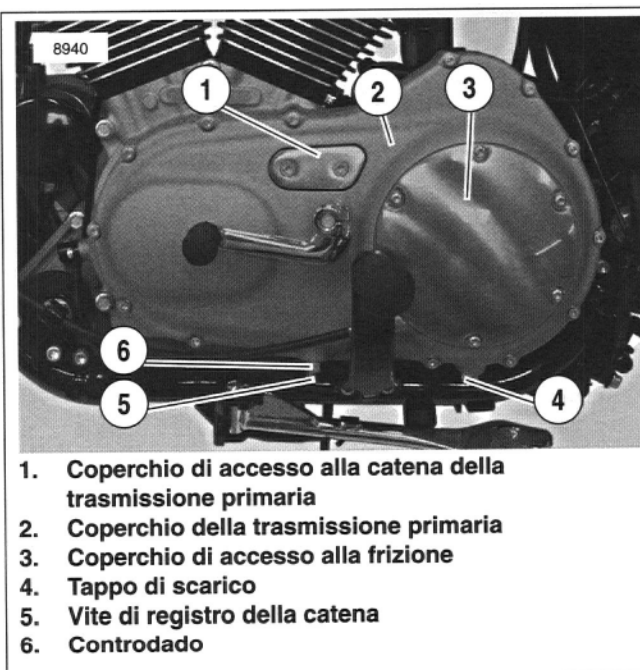

Figura 41. Coperchio della trasmissione primaria
Vedere la Figura 41. La catena della trasmissione primaria può essere registrata senza togliere il coperchio (2). Procedere come segue.
2. Asportare le due viti ad esagono incassato che fissano il coperchio di accesso della catena della trasmissione primaria (1).
5. Vedere la Figura 41. Dopo aver impostato una tensione corretta, serrare il controdado (6) a una coppia di 27-34 N·m (20-25 ft·lb).
6. Montare il coperchio di accesso della catena della trasmissione primaria (1). Serrare le viti ad esagono incassato ad una coppia di 4,5-6,8 N·m (40-60 in·lb).